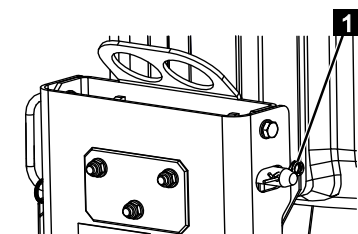

Fig. 109
4. Bloquer la goupille de verrouillage avec la goupille fendue à ressort (Fig.109/1).